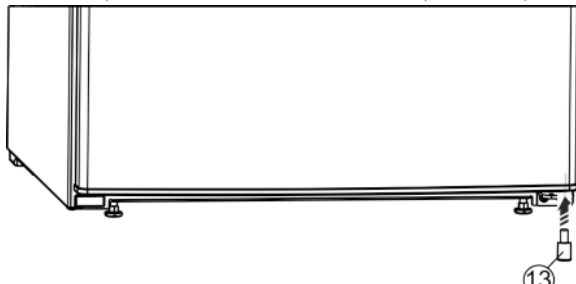

Fig. 8
- Remontați distanțatorul Fig. 8 (13) în partea inferioară dreaptă a ușii, deoarece este important pentru stabilitatea aparatului.